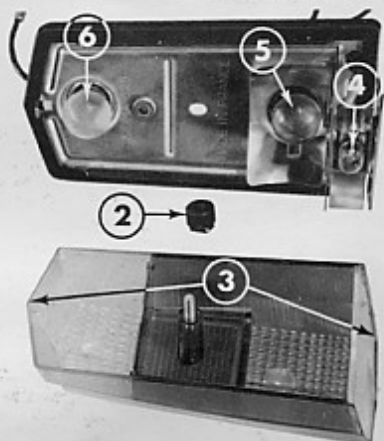

Fig. 44-Luci di posizione post.
- Ved. "Luci di posizione post." (fig. 44-rif. 6)
Ved. "Luci di posizione post." (fig. 44 - rif. 5)